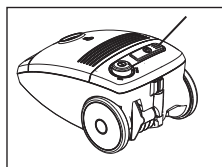

Abb. 9
5. Nach der Beendigung der Reinigung schalten Sie den Bodenstaubsauger aus und nehmen das Stromzufuhrkabel durch das Herausziehen des Steckers aus der Steckdose vom Stromnetz. Das Stromzufuhrkabel wickeln Sie durch das Drücken der Kabelaufwickeltaste auf. Halten Sie zum Aufwickeln den Stecker fest, damit beim Emporschnellen des Kabels keine Möbel oder der Bodenstaubsauger beschädigt werden (Abb. 9). Falls es nicht zum vollständigen Kabelaufwickeln kommt, ziehen Sie das Kabel aus dem Bodenstaubsauger um etwa 30 cm heraus und drücken Sie erneut die Kabelaufwickeltaste.